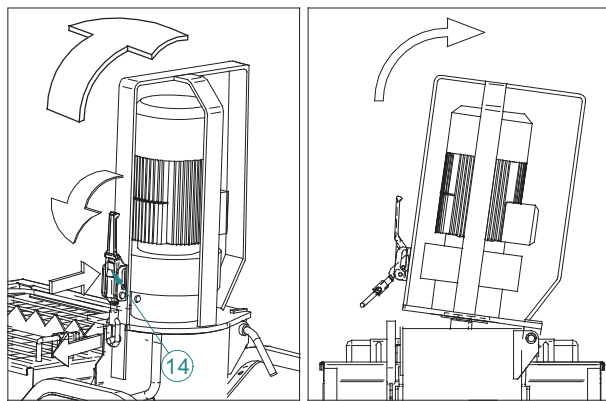

FIG.15
Desconectar el empalme rápido dotado con dispositivo de seguridad (ref. 14) y abrir la cámara de mezcla (fig. 15).